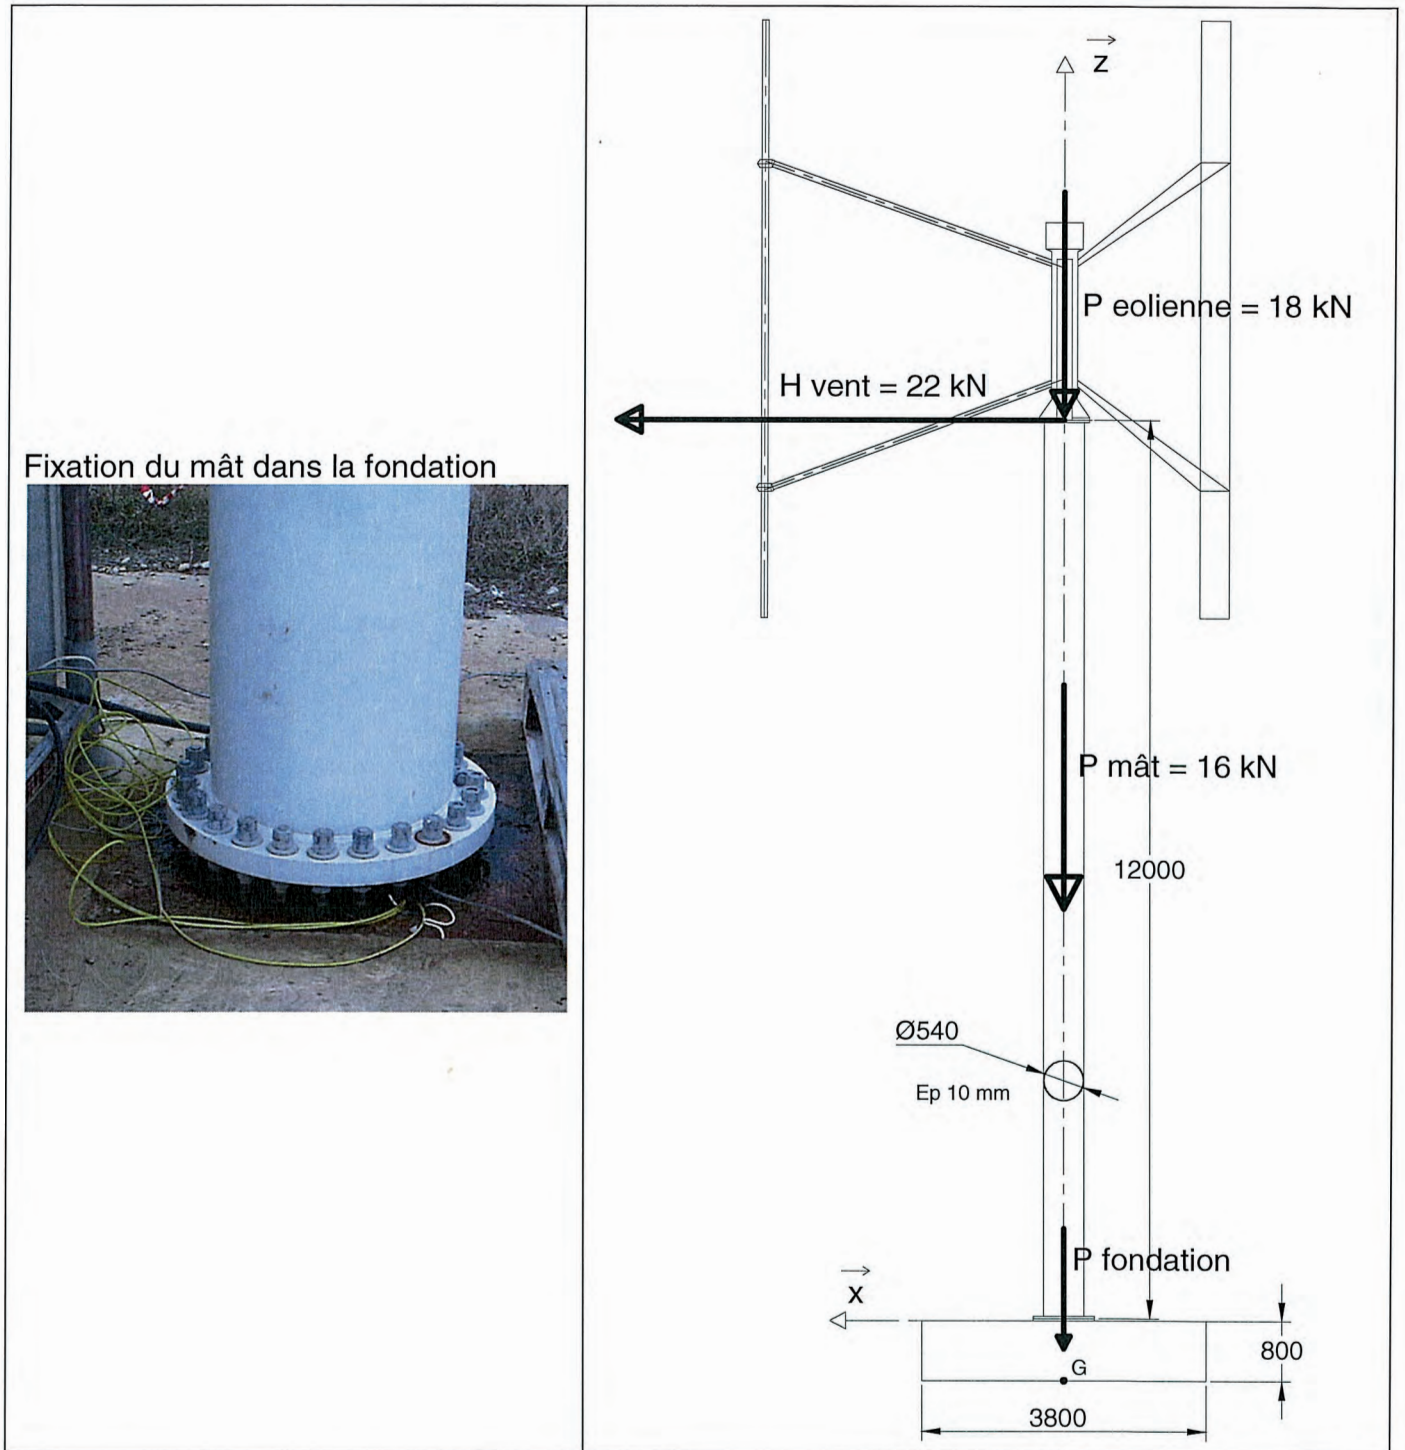

Figure 12 : le mât et son implantation
**Question 22** : à l'aide de la figure 12, déterminer le torseur des actions mécaniques exercées par la semelle sur le sol au point G.